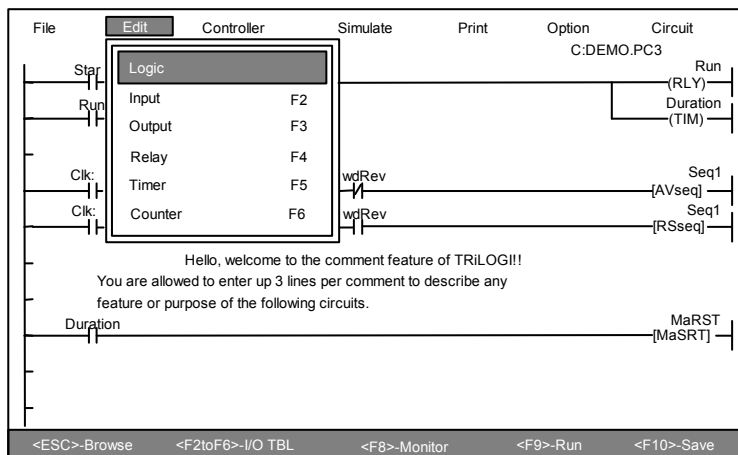

図2.4
10. メインメニューに戻るために<ESC>キーを押してください。そしてエディット [Edit]メニューにセレクションバーを合わせ<Inter>キーを押して、図 2.4 の様にエディット [Edit]メニューをプルダウンしてください。